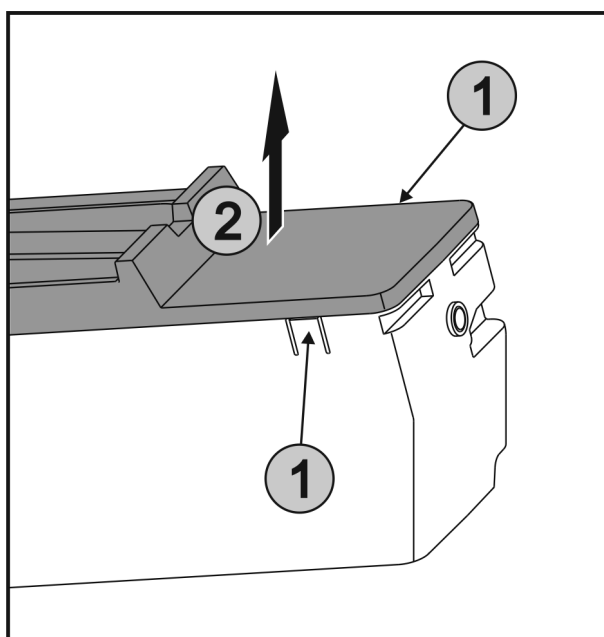

Fig. 30
- ▶ Súčasne stlačte spony Fig. 30 (1) na oboch stranách EasyTwist-Ice a odoberte kryt Fig. 30 (2) nahor.